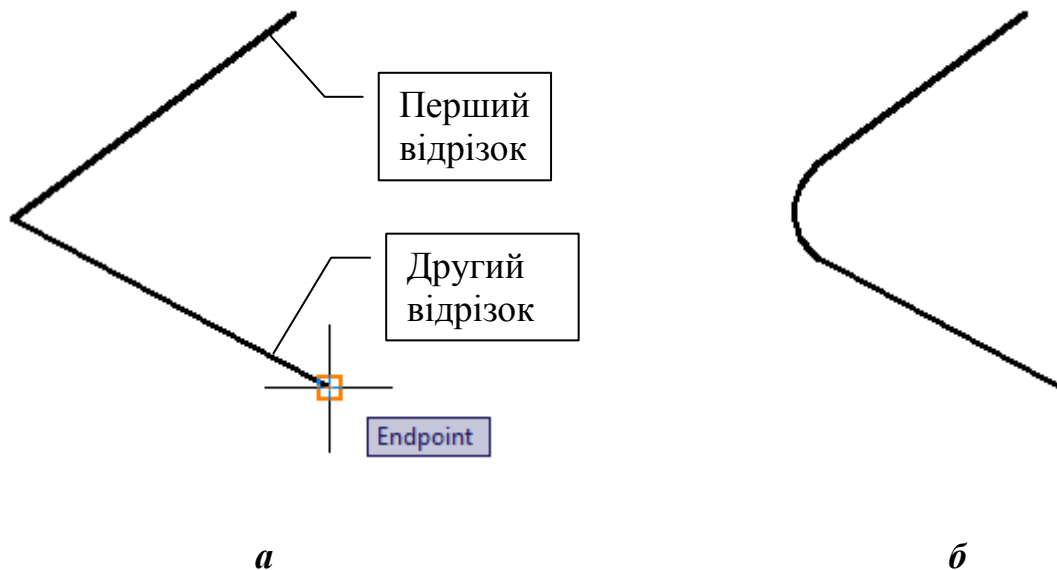

Рис. 2.7
- Клацнути правою кнопкою миші (при включеному режимі динамічного введення) і в контекстному меню, що відкрилося (рис. 2.7), вибрати опцію *Радіус*.
- У командному рядку з'явиться запит про вибір першого об'єкту. Клацнути курсором на першому відрізку (рис. 2.7,*а*). Потім вказати
Результат побудови спряження показано на рис. 2.7,б. Зверніть увагу, що після виконання спряження автоматично обрізуються частини прямої, що знаходяться за дугою.